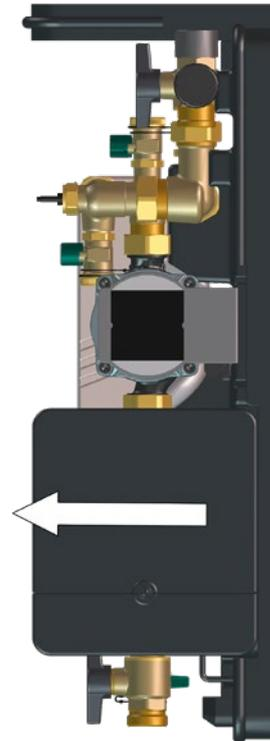

Fig. 27 - Rimozione della centralina dal guscio di isolamento posteriore
- 2 Rimuovere con cautela il regolatore dal rivestimento inferiore come indicato in Fig. 27 a pagina 41.